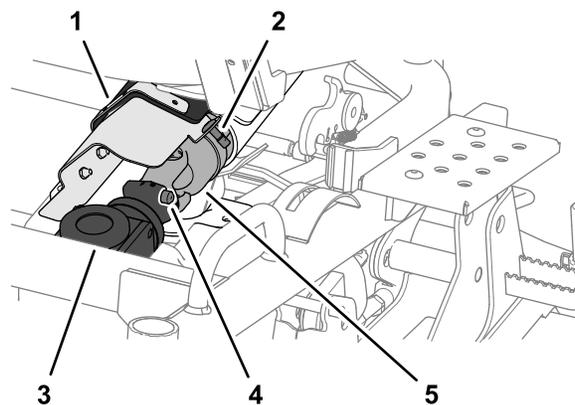

Figura 112
1. Gire la fijación de cuarto de giro y abra la cubierta de la articulación universal de la cubierta de la correa (Figura 112).
2. Desconecte el extremo delantero del árbol de transmisión de la caja de engranajes de la carcasa de la segadora pulsando el pasador cargado con resorte y, a continuación, tirando del extremo del árbol de transmisión hacia atrás (Figura 112).
1. Alinee las acanaladuras de la articulación universal del árbol de transmisión con las acanaladuras en el acoplamiento de la caja de engranajes; consulte la Figura 112 en Desconexión del árbol de transmisión de la caja de engranajes de la carcasa de la segadora (página 77).
2. Pulse el pasador cargado con muelle y, a continuación, presione el extremo del árbol de transmisión hacia delante; consulte la Figura 112 en Desconexión del árbol de transmisión de la caja de engranajes de la carcasa de la segadora (página 77).
3. Libere el pasador cargado con muelle y compruebe que la articulación universal del árbol de transmisión está bloqueada en la caja de engranajes de la carcasa de la segadora; consulte la Figura 112 en Desconexión del árbol de transmisión de la caja de engranajes de la carcasa de la segadora (página 77).
- Cierre la cubierta de la articulación universal y fíjela a la cubierta de la correa con la fijación de cuarto de giro; consulte la Figura 112 en Desconexión del árbol de transmisión de la caja de engranajes de la carcasa de la segadora (página 77).